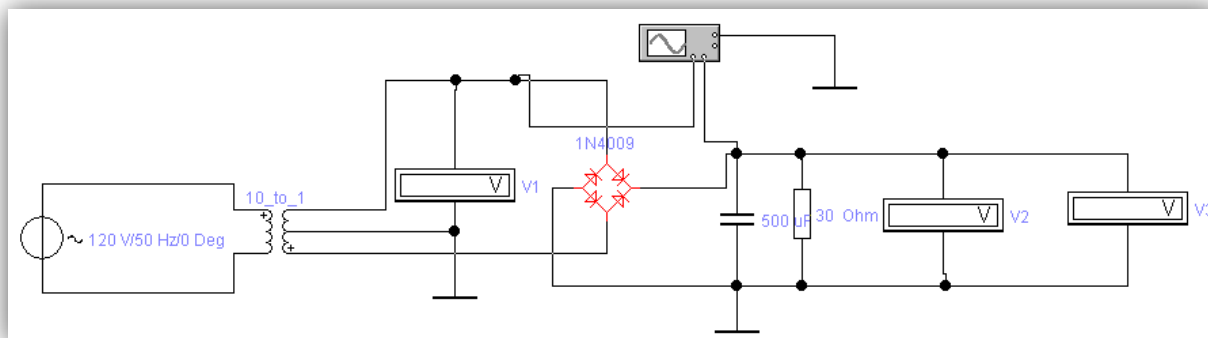

Рисунок 10 – Схема мостового выпрямителя с емкостным фильтром
3. Исследуйте мостовой выпрямитель и емкостным фильтром (рисунок 10).